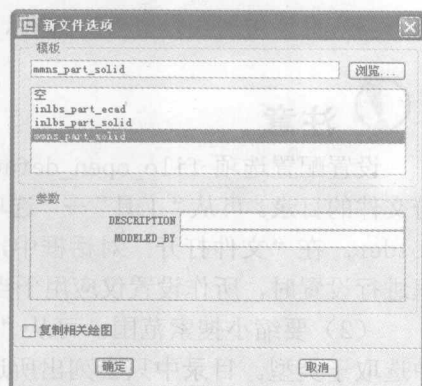

图 1-5 “新文件选项”对话框
(3) 在“名称”框中，键入文件名或使用默认名。如果接受默认模板，则单击“确定”按钮即可以默认模板建立一个新文件。
(4) 如果不使用默认模板，则可以清除“使用缺省模板”复选框，然后单击“确定”。则打开如图 1-5 所示的“新文件选项”对话框。